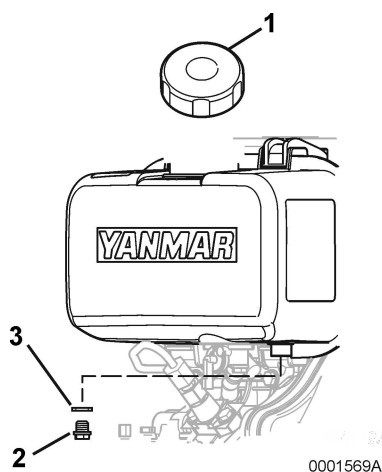

Рисунок 9
2. Снять крышку заливной горловины топливного бака (**позиция 1, Рисунок 9**).
3. Снять сливную заглушку топливного бака (**позиция 2, Рисунок 9**) и прокладку (**позиция 3, Рисунок 9**) для слива топлива.
4. Затянуть сливную заглушку топливного бака (**позиция 2, Рисунок 9**) с новой прокладкой (**позиция 3, Рисунок 9**).
5. Заправить топливный бак топливом. Установить на место крышку заливной горловины топливного бака (**позиция 1, Рисунок 9**) и затянуть рукой. Чрезмерная затяжка крышки вызовет ее повреждение.